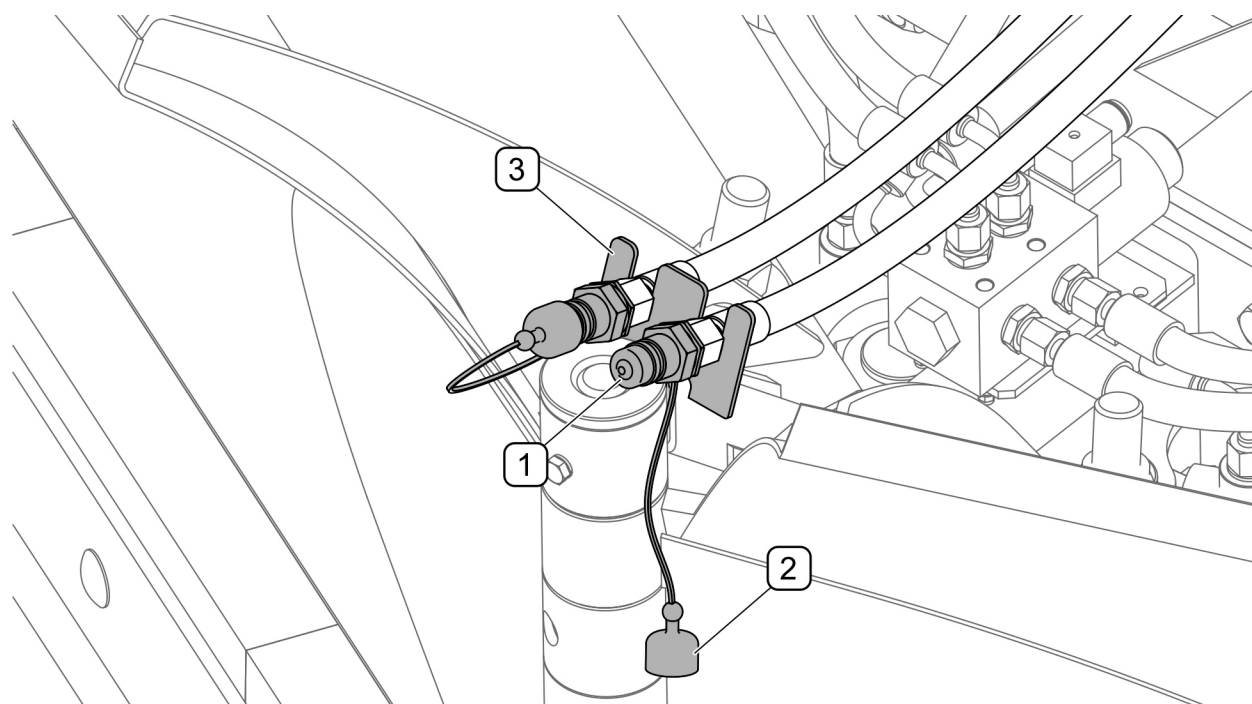

РИСУНОК 4.12 Захист штекерів гідравлічних роз'ємів
- вийняти шплінт (3) і чеку (2), опустити підпору(1) (якщо вона є), встановити на необхідну висоту і заблокувати,
- убезпечити заглушками швидкознімні муфти гідропроводів від забруднення і вставити їх у відповідні місця на кронштейні рами (РИСУНОК 4.12)